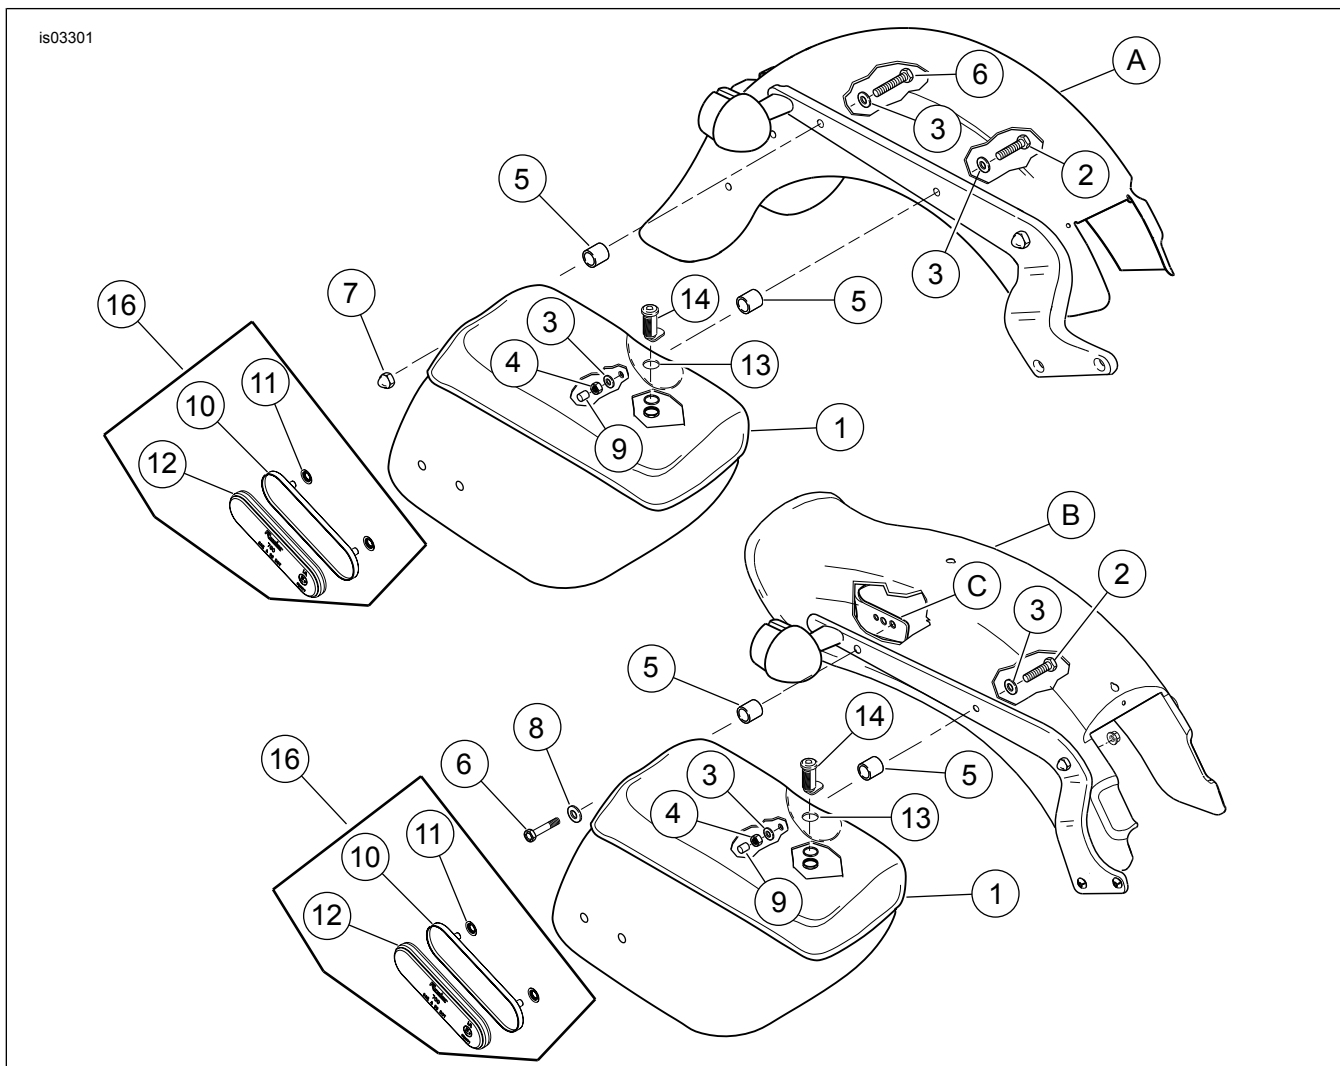
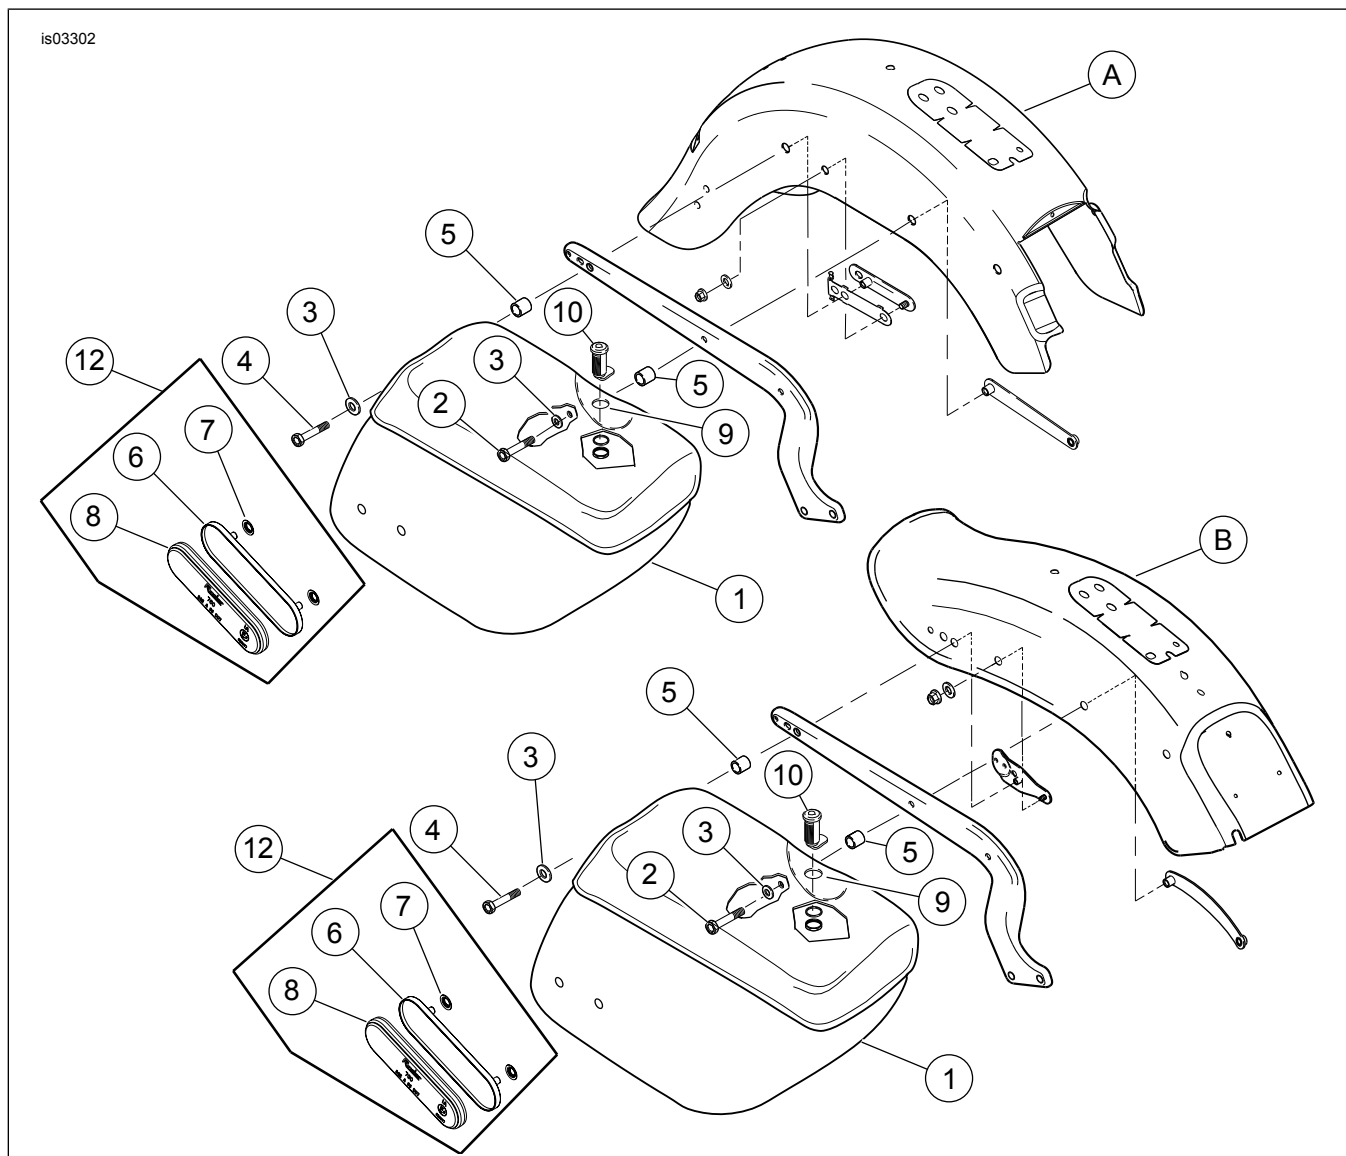

Figura 5. Parti di ricambio: kit borse portapacchi per modelli Softail (la figura ritrae l'installazione sui modelli FLST, FXST dal 2000 al 2002)
Figura 6. Parti di ricambio: kit borse portapacchi per modelli Softail (la figura ritrae l'installazione sui modelli FLST, FXST 2003 e anni successivi)
2. Vedere Figura 5. Attaccare al parafango la parte anteriore della borsa portapacchi (1) come segue.
- a. *Senza kit del distanziale:* Usare la vite (2), la rondella (3) e il dado (4). Stringere manualmente per mantenere le parti in posizione.
- b. *Con kit del distanziale:* Usare la vite (2), la rondella (3), il dado (4) ed il distanziale (5). Stringere manualmente per mantenere le parti in posizione.
3. Attaccare al parafango la parte posteriore della borsa portapacchi (1) come segue. **Modelli FLST:Modelli FXST:**
- a. *Senza kit del distanziale:* Usare la vite (6), la rondella (3) e il dado cieco (7). Stringere manualmente per mantenere le parti in posizione.
- b. *Con kit del distanziale:* Usare la vite (6), la rondella (3), il dado cieco (7) ed il distanziale (5). Stringere manualmente per mantenere le parti in posizione.
- c. *Senza kit del distanziale:* Usare la vite (6) e la rondella (8). La vite si avvita nell'inserto della staffa della targa (A). Stringere manualmente per mantenere le parti in posizione.
- d. *Con kit del distanziale:* Usare la vite (6), la rondella (8) e il distanziale (5). Stringere manualmente per mantenere le parti in posizione.
5. Vedere Figura 5. Fare scivolare la protezione per le filettature (9) sopra all'estremità della vite anteriore (2).
2. *Senza kit del distanziale:* Vedere Figura 6. Installare le parti anteriore e posteriore della borsa portapacchi con la vite (2, 4) e la rondella (3). Stringere manualmente per mantenere le parti in posizione. *Con kit del distanziale:* Installare le parti anteriore e posteriore della borsa portapacchi con la vite (2, 4), la rondella (3) e il distanziale (5). Stringere manualmente per mantenere le parti in posizione.
1. Vedere Figura 5 e Figura 6. Collocare l'attacco del catarifrangente sull'angolo inferiore destro della borsa portapacchi.